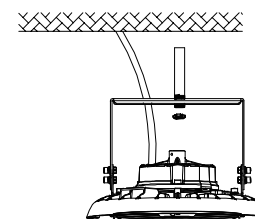

Figure 10
3. Revissez les écrous (Figure 10).